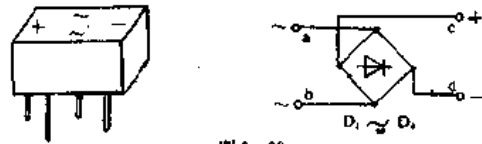

图 6-28
全桥整流堆内部有四只二极管，其外形和内部结构电路如图 6-28 所示。
①对于其他型号的整流桥,利用  $R \times 1k\Omega$  档测得的正向电阻值会有差异,但判断方法相同。也可选择  $R \times 100$ 、 $R \times 10$  或  $R \times 1$  档测量,都不会损坏整流桥。此法亦适用检查硅整流半桥。
②两只整流管相串联(例如全整流桥内部电路图 6-28 中的  $D_1$ 、 $D_2$ )时,测它们的正向电阻  $R_{\Sigma}$  要比单独测每只管子正向电阻后再相加的数值大一些,即  $R_{\Sigma} > R_{D1} + R_{D2}$ 。查表 6-11,单测  $D_1$  或  $D_2$  的正向电阻仅  $10k\Omega$ ,而  $R_{\Sigma} = 27k\Omega > 20k\Omega$ 。其原因是整流管属于非线性器件,正向电阻与正向电流的大小有关。